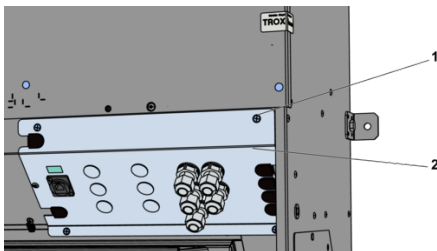

Abb. 5: Elektroanschlüsse
1. ► Revisionsdeckel Regelung (Abb. 5/2) der Elektroanschlüsse demonstrieren, dazu die Kreuzschlitzschrauben (Abb. 5/1) lösen und den Deckel abnehmen.